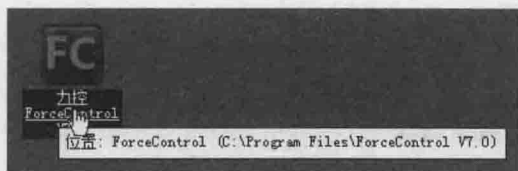
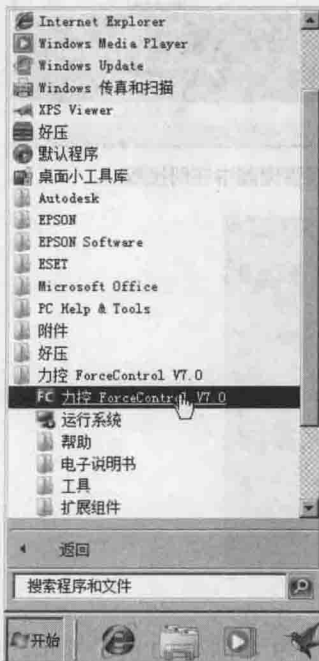
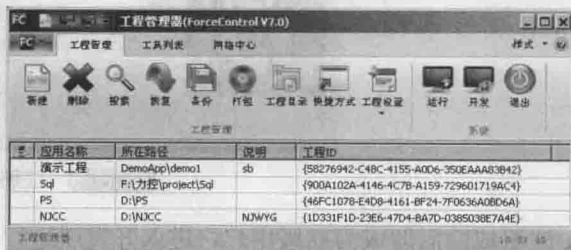

图 2-1 工程管理器桌面快捷方式
图 2-2 工程管理器程序夹快捷方式
图 2-3 力控工程管理器
要启动工程管理器可以：①执行桌面快捷方式“力控 Forcecontrol 7.0”，如图 2-1 所示；②“开始”→“所有程序”→“力控 Forcecontrol V7.0”→“力控 Forcecontrol V7.0”，如图 2-2 所示。力控工程管理器如图 2-3 所示。